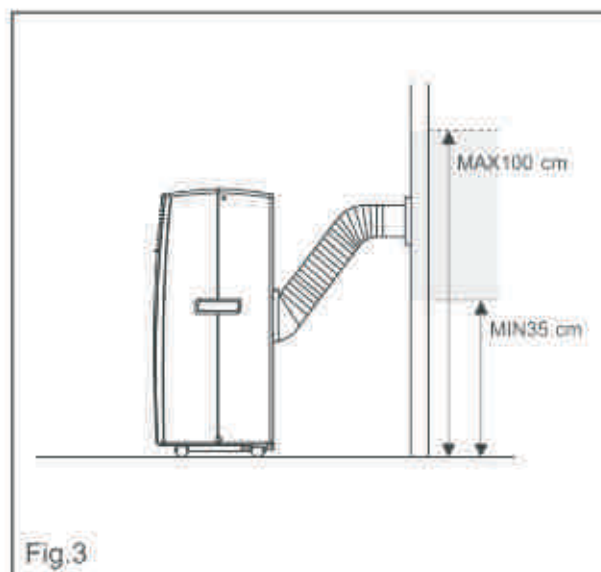

Fig.3
- Raccordez l'autre extrémité du flexible d'échappement à la bride fixée précédemment au mur comme illustré Fig.3.